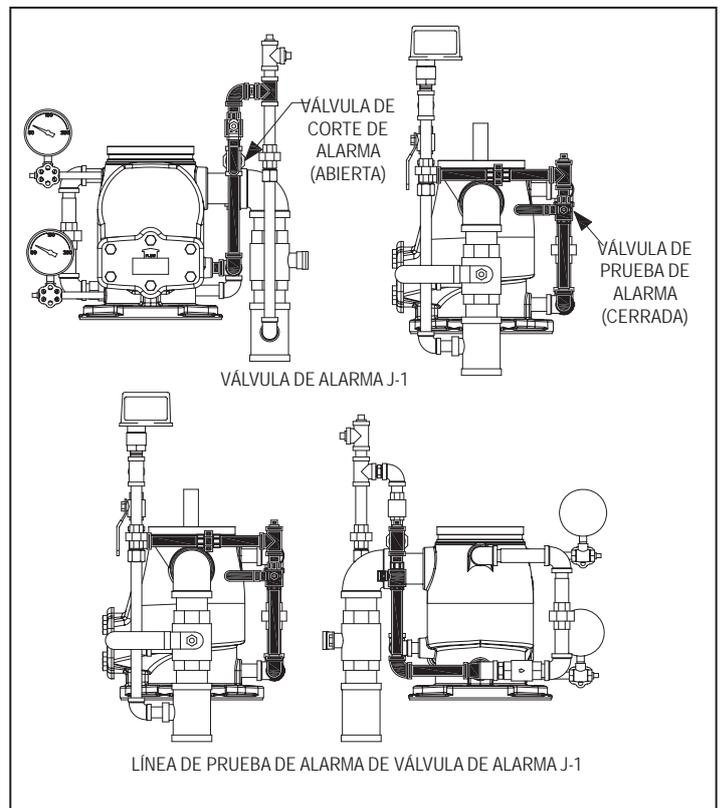

Figura 35
2. Para probar las alarmas eléctricas y la hidromecánica (si se han suministrado), ABRIR la válvula de prueba del sistema (Figura 35).